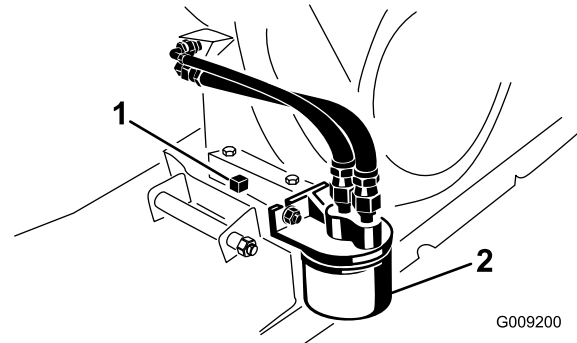

図 32
6. ドレンプラグを抜きシールを外す (図 32)。
2. 既存のオイルフィルタを外す図 32。
4. ガスケットが取り付けプレートに当たるまで手で回して取り付け、そこから更に1/2-3/4回転増し締めする図 32。